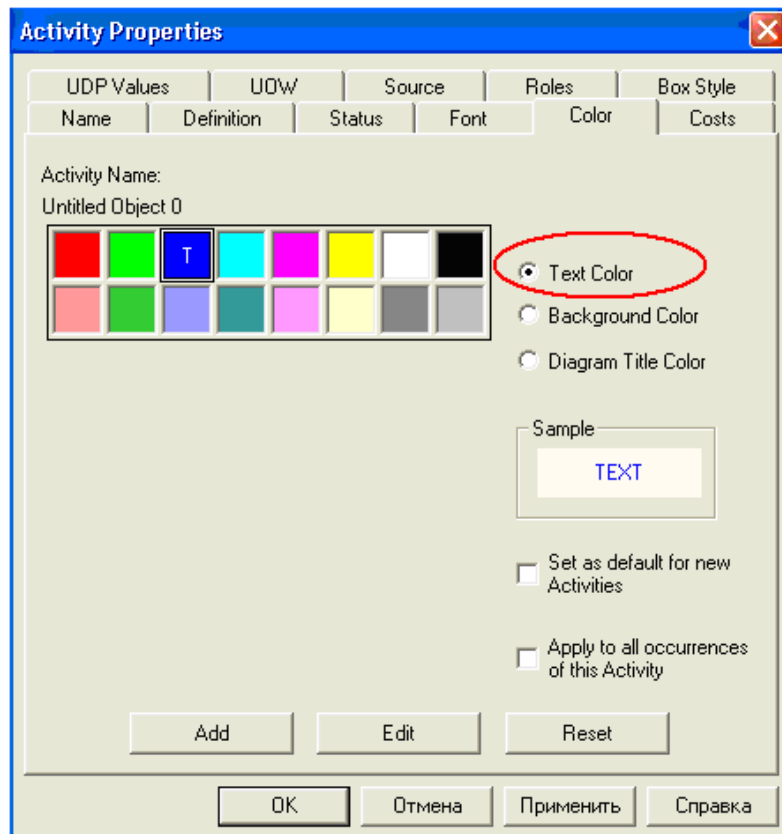

Рис. 1.21. Диалоговое окно выбора цвета текста и стрелок
2. Выберите цвет и нажмите кнопку **OK** (рис. 1.21.).